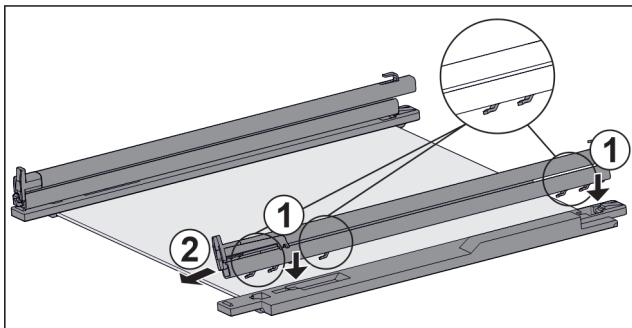

Fig. 154 Стъклена плоча с релси и задържащи части
- Поставете куките на релсата върху отворите на **лявата** задържаща част. Fig. 154 (1)
- Издърпайте релсата напред. Fig. 154 (2)
- Поставете куките на релсата върху отворите на **дясната** задържаща част. Fig. 154 (1)